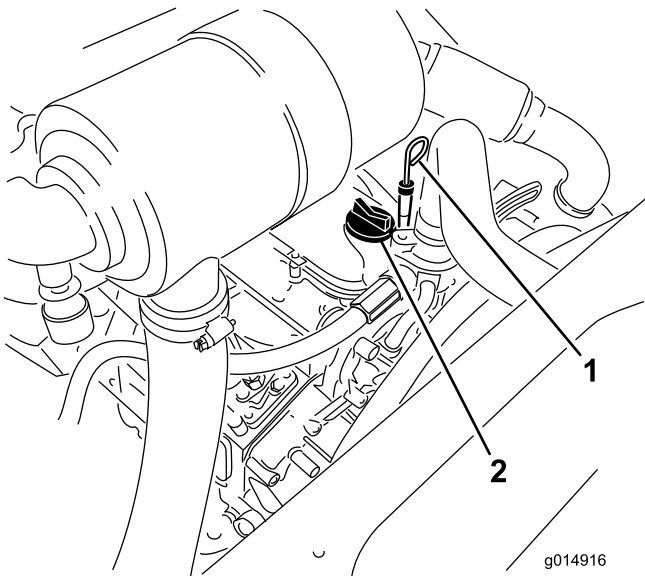

图 31
3. 取出量油尺擦拭干净并安装图 31。
- 如果油位低于已满标记应取下加油盖图 31 添加机油直至油位达到量油尺上的已满标记。